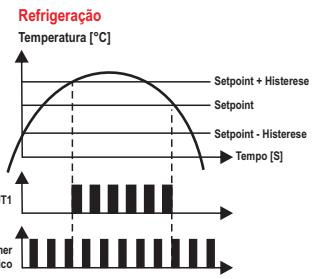

Figura 2
- **1º estágio atrelado ao timer cíclico (timer inicia ligado na energização) (F22=2):** nesta configuração o timer cíclico conforme os tempos configurados na F20 (**[L0n]**) e F21 (**[L0FF]**). O 1º estágio começa a ciclar quando a temperatura atinge SP1+ F06 (se 1º estágio estiver configurado como refrigeração) ou SP1 - F06 (se 1º estágio estiver configurado como aquecimento), como mostra a Figura 2.